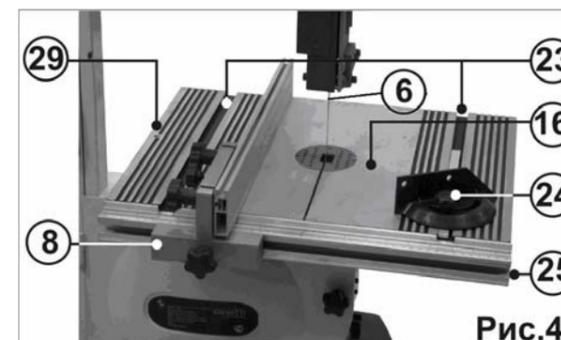
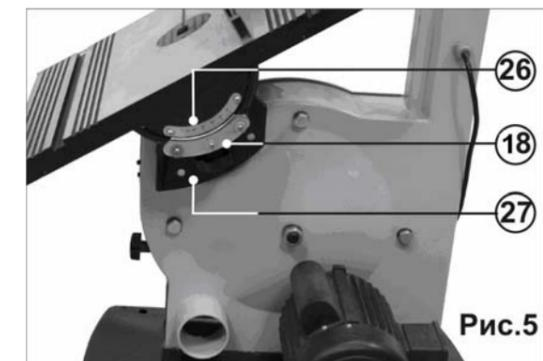

Рис.4
Рис.5
11.5. Позиции рабочего стола (Рис. 4, Рис.5)
11.6. Установка прямого угла между пильной лентой и рабочим столом (Рис.4, Рис.5)
11.7. Установка положения бокового упора (Рис.4, Рис.5)